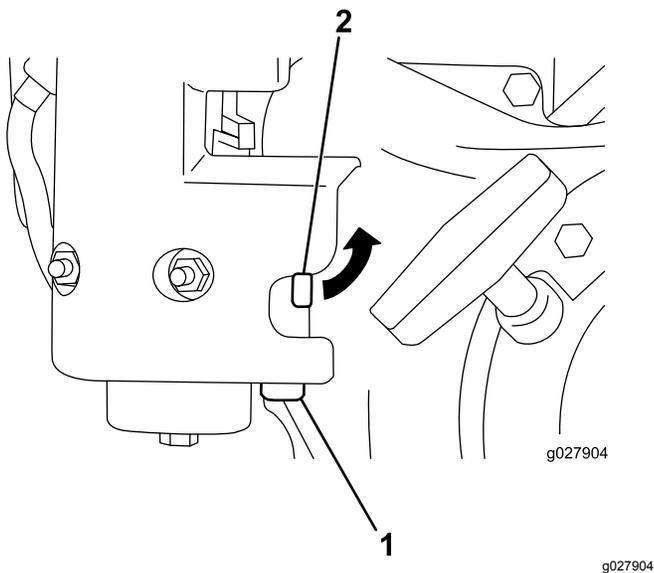

Figura 35
1. Cierre la válvula de cierre del combustible y desenrosque el portafiltros del cuerpo del carburador (Figura 35).